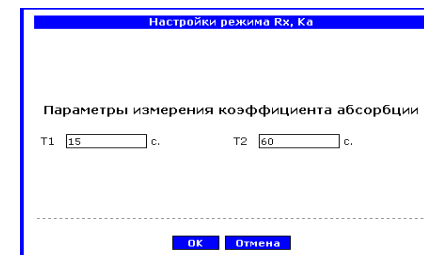

Рисунок 8.22
3) По умолчанию измерение будет выполняться при следующих отсчетах времени: $T_1=15$ с, $T_2=60$ с. Значения T_1 и T_2 могут быть изменены, для чего щелкнуть по кнопке **Дополнительные опции** (поз. 22), в открывшемся окне выбрать вариант "Настройки режима Rx и Ka" и в появившемся окне (рисунок 8.22) ввести любые значения T_1 и T_2 в диапазоне от 15 до 60 с, причем T_2 должно быть больше T_1 .